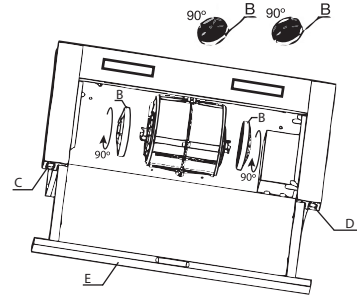

figura 2
La campana está configurada desde fábrica en el modo de filtración, por lo que para utilizar la campana en modo extracción, se debe habilitar una salida de aire hacia el exterior y extraer los filtros de carbón activo (B) ubicados en los ventiladores (Figura 2), que se encuentran en el interior de la campana. Para extraer los filtros de carbón (B) gírelos en 90° hasta que se suelten.